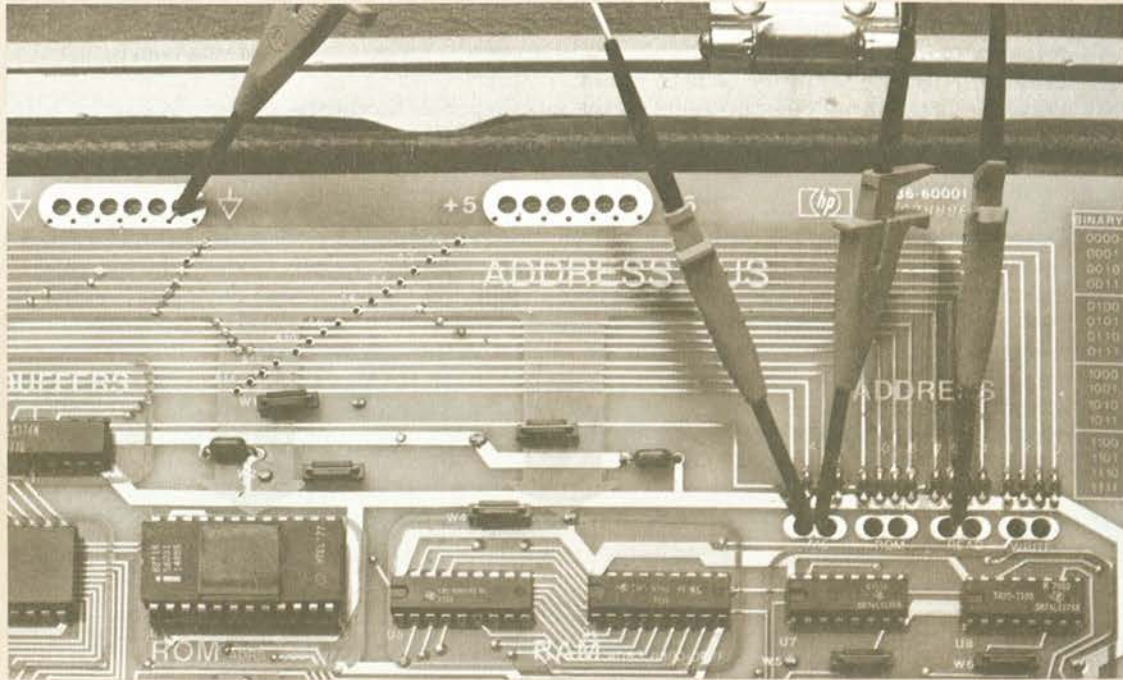

Figura 17-4. Come collegare al  $\mu$ Lab l'analizzatore di firma nel caso del test degli indirizzi in free-run
- A) Collegate il cavetto GND dell'analizzatore al foro di massa del  $\mu$ Lab ( $\downarrow$ ), i fili di START e STOP al foro A15 e il filo di CLOCK al foro READ (Figura 17-4).